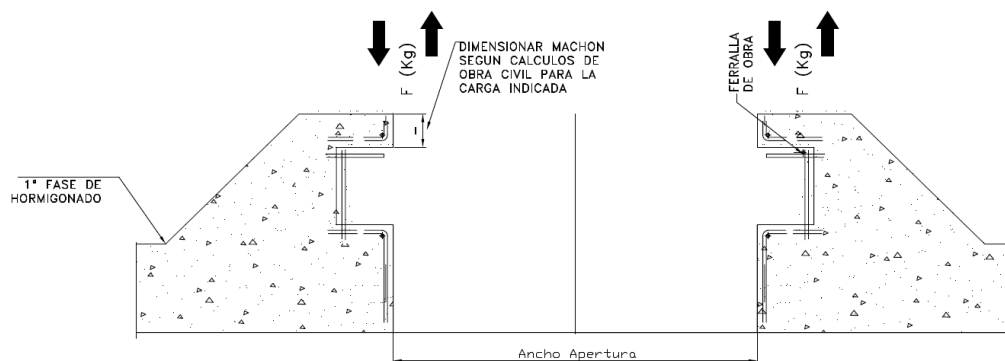

Figura 6
- La obra civil debe de estar preparada para alojar la compuerta (ver Figura 6). Para ello hay que dejar preparado un machón y una cajera (ver plano de aprobación para la dimensión de la cajera)